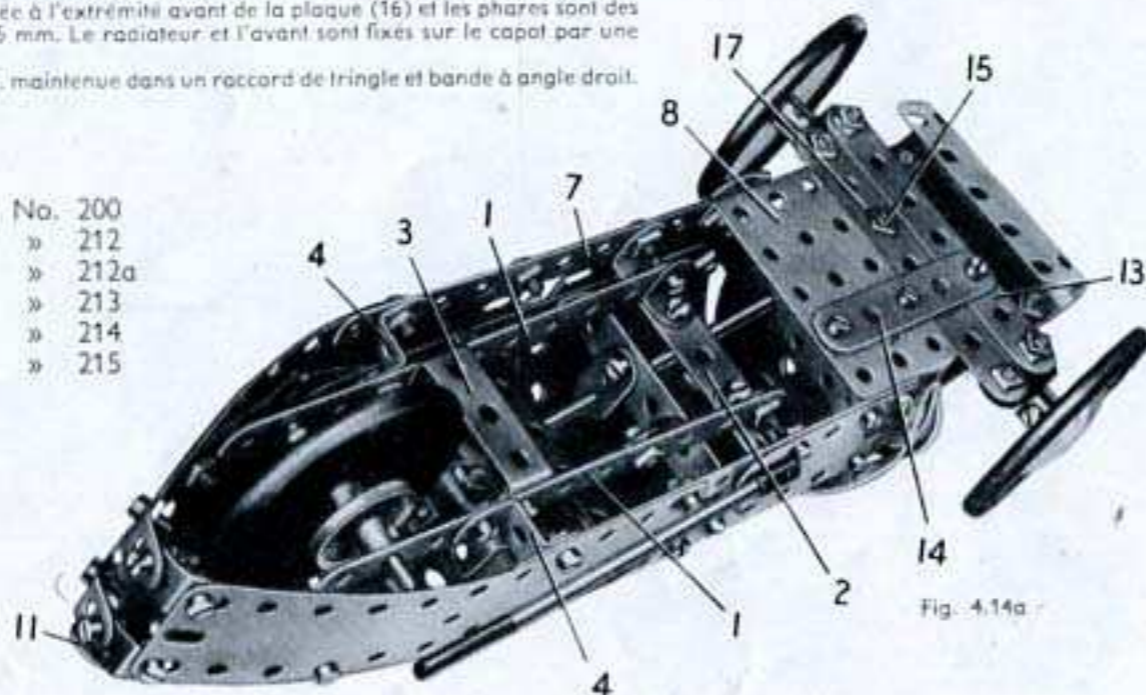

Fig. 4.14a
plaques (6) sont réunies par 4 équerres à 135° disposées par paires (fig. 4.14a). Une plaque à rebords de 6x4 cm. (8) boulonnée entre les deux côtés de la carrosserie déborde d'un trou les extrémités avant des bandes (7). Le dessus du capot est une plaque flexible de 11,5x6 cm. incurvée de façon voulue et boulonnée entre les plaques (5). Les boulons (9) et (10) qui la tiennent en place servent également à fixer des bandes coudées de 60x12 mm. entre les côtés, de façon à renforcer le capot.